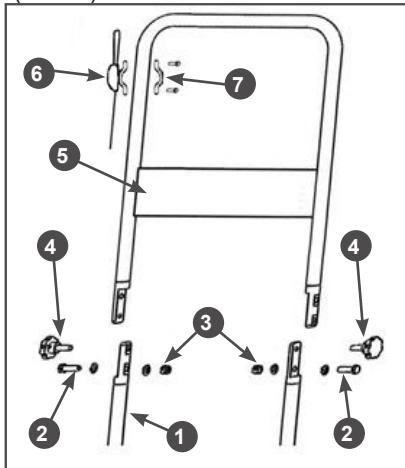

Рис. 2 Установка рабочей рукоятки
- Совместите концы нижней 1 и верхней 5 части рабочей рукоятки, как показано на Рис. 2.
- Вставьте в нижние отверстия болты 2 и закрепите их гайками 3 (Рис. 2).
- В верхние отверстия вставьте винты-барашки 4 и закрутите их до упора (Рис. 2).